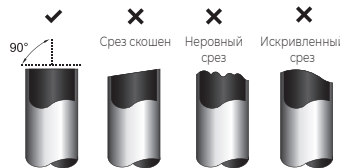

Рис. 10
3. Плоскость среза должна быть точно перпендикулярна оси трубки. Примеры правильной и неправильной выполненной резки приведены на рис. 10.